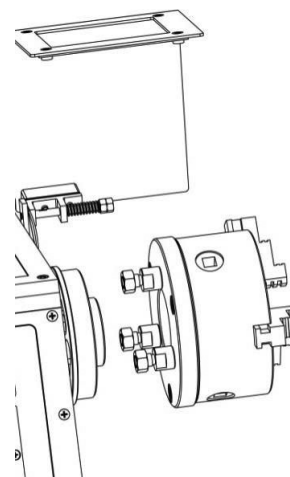

Bild 9: Demontera chuck från spindel.
5. Demontera chuck/planskiva från spindelnsen genom att dra dem utåt (bild 9).